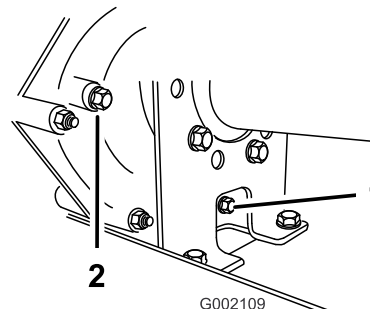
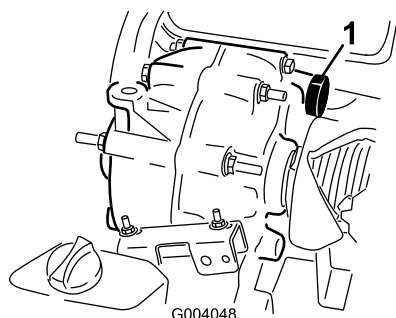

Figura 47
Figura 48
2. Limpe a área em torno dos tampões de enchimento e escoamento com um trapo (Figura 47).
4. Retire o tampão de enchimento rodando-o para a esquerda (Figura 47).
5. Retire o tampão de escoamento rodando-o para a esquerda (Figura 47).
6. Coloque e aperte o tampão de escoamento e a junta no orifício do tampão de escoamento da transmissão (Figura 47).
7. Encha o reservatório (Figura 48) através do orifício do tampão de enchimento com aproximadamente 1,4 litros do óleo especificado ou até o nível de óleo na transmissão estar alinhado com a parte inferior das estrias (Figura 47).
8. Coloque a aperte o tampão de enchimento e a junta no orifício do tampão de enchimento da transmissão (Figura 47).
10. Verifique o nível de óleo e adicione mais óleo, se o nível estiver abaixo das estrias do orifício do tampão de enchimento (Figura 47).